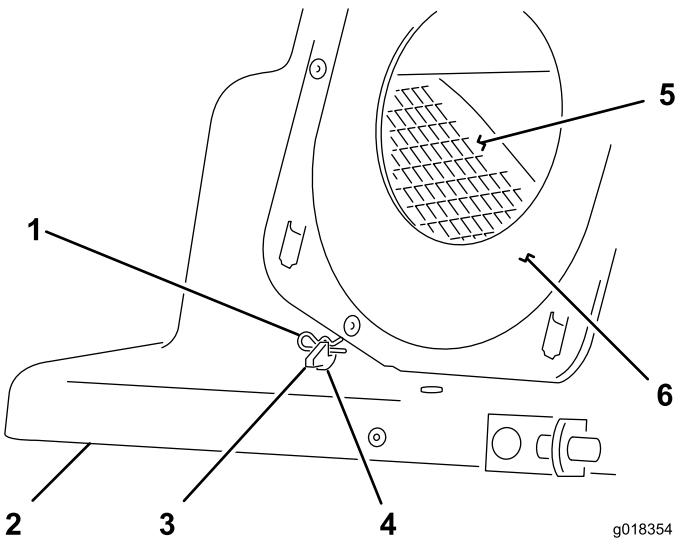

Figura 9
- Sujete el deflector a la tapa, introduciendo las chavetas en los taladros de las pestañas de montaje del deflector, según se muestra en Figura 9.